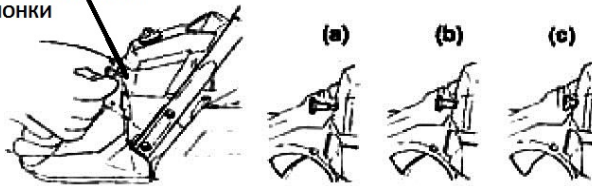

Рис.6
5. Полностью вытяните ручку воздушной заслонки (положение (а) Рис.6) Воздушная заслонка карбюратора закроется, и курок дросселя придет в положение "start".
7. Нажатием курка верните ручку воздушной заслонки в начальное положение (с) и затем установите ее в среднее положение (b, Рис.6.)
4. Установите ручку воздушной заслонки в среднее положение (b, Рис.6.)